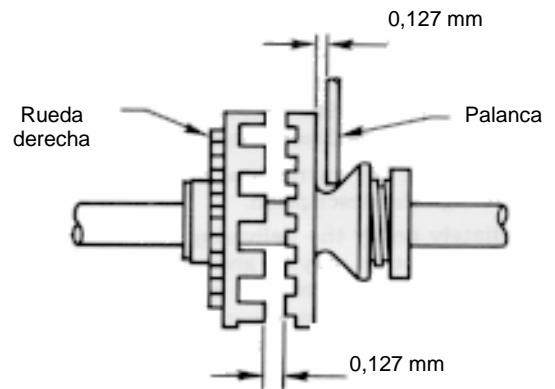

Figura 27. Ajuste palanca de embrague
b. Medir los intervalos según se indica en la figura 27.